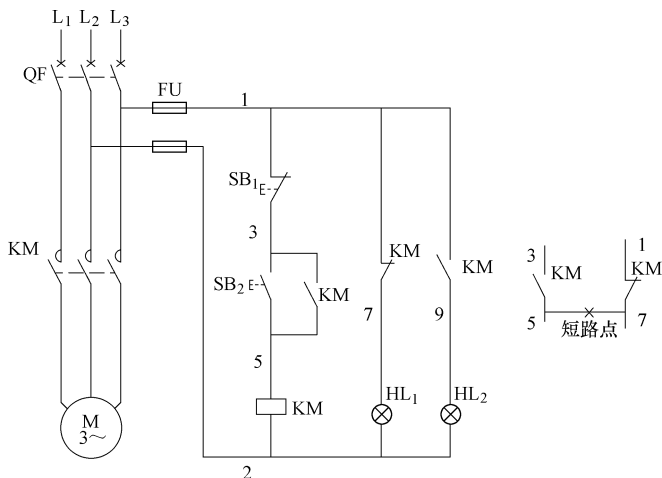

图 6-26 触点间短路故障的检查
**【故障现象】** 如图 6-26 所示的电路中，接触器  $KM$  常开辅助